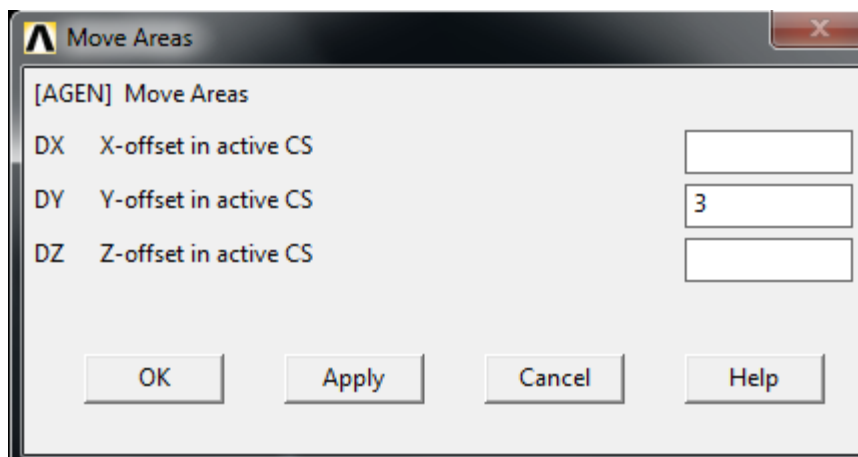

Рис. 7.4. Меню поворота поверхностей
2. Задайте поворот поверхностей на  $3^0$  относительно оси Y: **PrPr** → **Modeling** → **Move/Modify** → **Areas** → **Areas**. См. рис. 7.4.